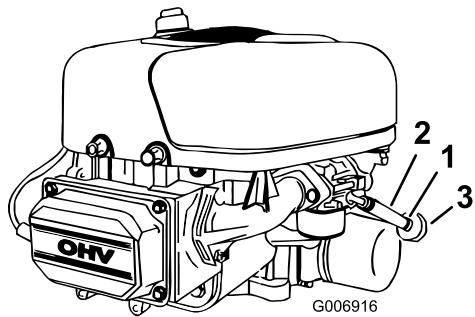

Figura 24
5. Abra el capó y localice el filtro de combustible(Figura 24).
7. Tire del tubo de combustible para separarlo del filtro (Figura 24) y deje que la gasolina se drene en un recipiente de combustible o un recipiente apropiado.
El mejor momento para cambiar el filtro de combustible (Figura 24) es cuando el depósito de combustible está vacío. No instale nunca un filtro sucio después de desmontarlo del tubo de combustible.
4. Apriete los extremos de las abrazaderas y deslícelas por el tubo alejándolas del filtro de combustible (Figura 24).
6. Apriete los extremos de la abrazadera y deslícela por el tubo de combustible hacia el depósito de combustible (Figura 24).